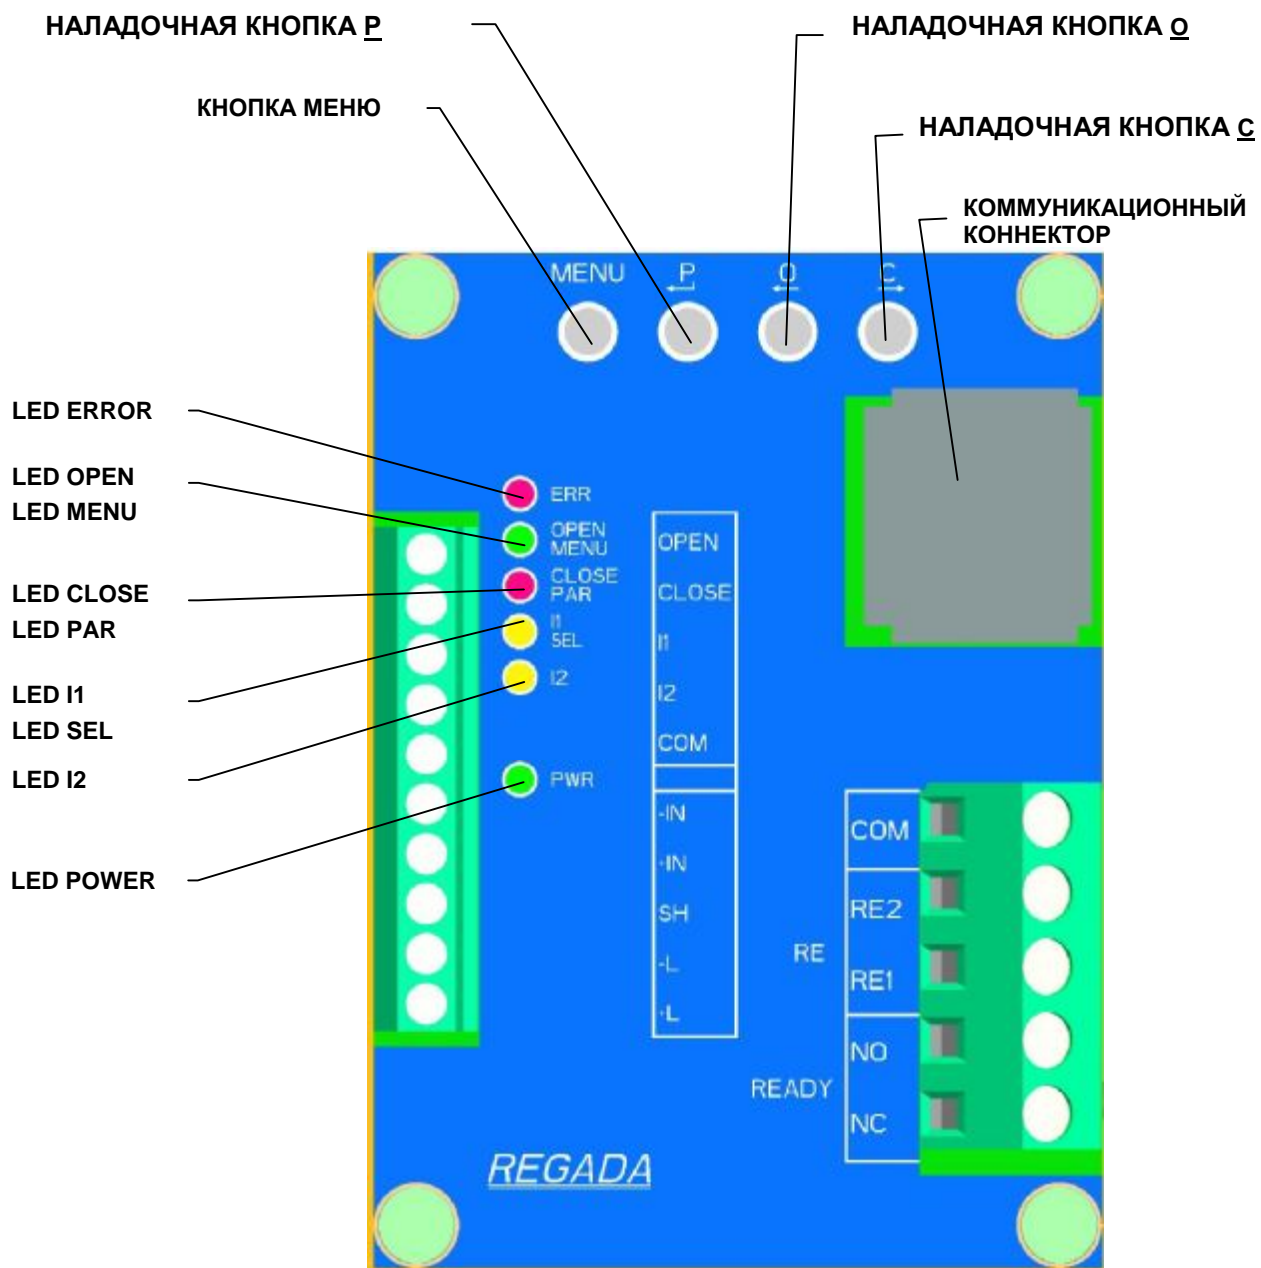

Рис. 6
Установка осуществляется на механически и электрически присоединенном ЭП. Данная глава описывает настройку ЭП на параметры, которые заказчику позволяет программная оснастка. Размещение элементов настройки доски управления указано на Рис.6.
- через кнопки блока управления (Рис.6)
- 6 сигнальными диодами (LED диоды) по **Рис. 6**